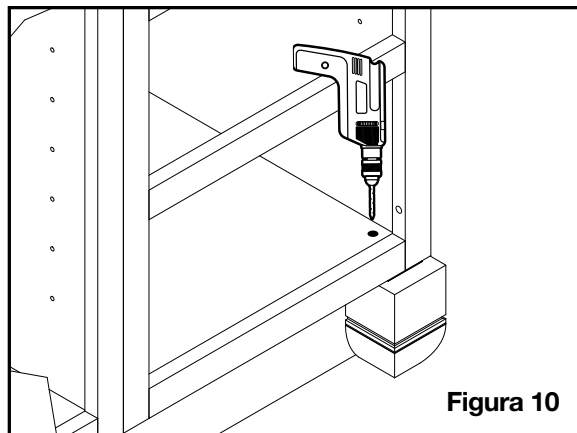

Figura 10
- Use tornillos para madera #8 x 2 pulg y fije el pie en el lugar (figura 10).